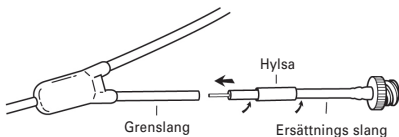

Fig. 12
3. En metallkanyl är monterad i ersättningsslangens ände. Vrid in metallkanylen i grenslangen så långt att ersättningsslangen är 2-3 mm från grenslangen. (Fig. 12)